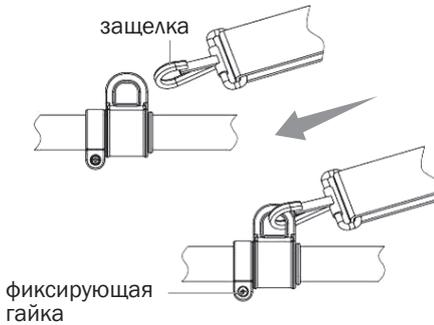

Рис. 5
2. Нажмите кнопку блокировки, чтобы закрепить ременную трубу на крюке поддержки арматуры продукта (Рис. 5).